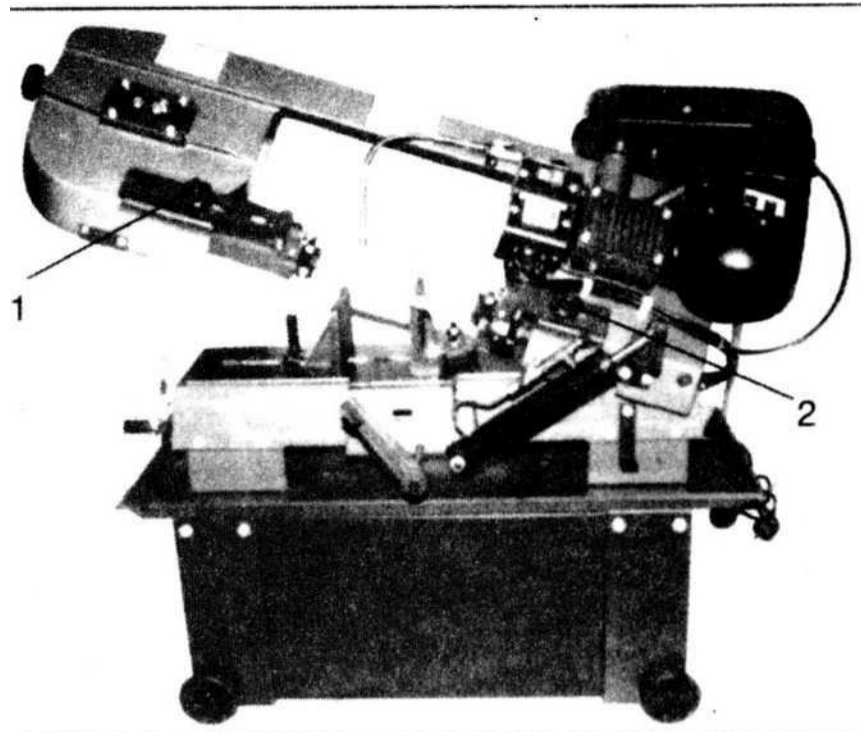

рис. 6
2. Отпустите ручку (1, рис. 6) и ручку (2). Вставьте узлы направляющих ленточной пилы как можно ближе к материалу, не мешая распилу.
3. Затяните ручку (1) и ручку (2) и подключите станок к источнику питания.